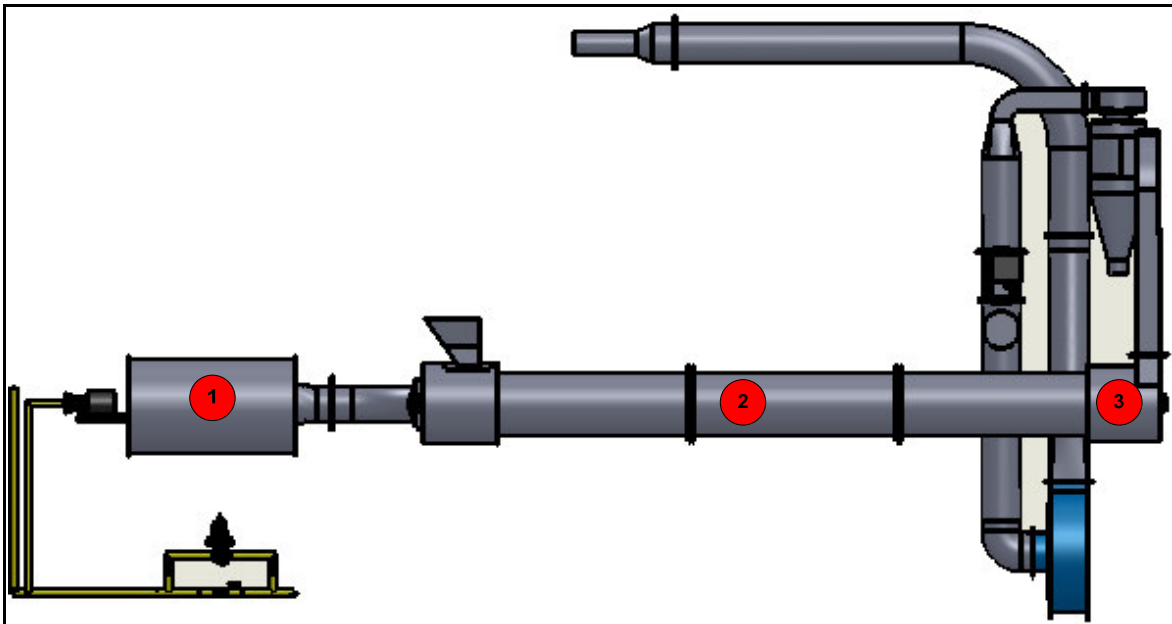

Figura1 Secador Rotatorio Directo LOPU
- Área de alimentación (Véase 1, figura1): En el área de alimentación se encuentran la entrada de alimentación de los materiales húmedos generalmente se emplean arena, aserrín y turba, los cuales caen al tambor rotatorio para ser secados. También está el quemador y la cámara de combustión. El quemador utiliza el gas de combustión, gas licuado, para calentar el aire de entrada al secador, el que se emplea para el secado del material húmedo en la alimentación. El flujo de gas licuado es controlado a través de una válvula de control neumática.
- Área del tambor rotatorio (Véase 2, figura1): En el tambor rotatorio el material alimentado comienza a avanzar en función de la velocidad de rotación, la inclinación del tambor y la disposición de los alzadores. El aire caliente circula a través del tambor de forma paralela y seca los materiales por contacto directo.
- Área de salida (Véase 3, figura1): En el área de salida del secador, se obtiene el material húmedo seco, debido a su paso por el tambor